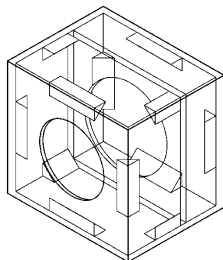

Abb. 1
9. Verwenden Sie 2 oder 3 Laden MDF und Streben (siehe Abb. 1) zur Verstärkung der Lautsprecherbox für beste Leistung wenn möglich. Verwenden Sie 21 mm starke MDF oder HDP.